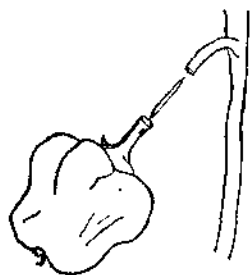

图 9
3. 番茄、辣椒等果实，特别是青嫩的果实，容易煮烂，可先连果柄剪下（图9），稍煮先取出。但青嫩的果实颜色稍淡，浸好之后，颜色会逐渐变深一些；红色的果实，加热也不会变黄。制成之后，再用竹杆把青嫩果实插入原来的地方。如发现果实有干瘪现象，可用注射器将酒精等保存液打进去，这样既不浮出液面而又饱满美观。